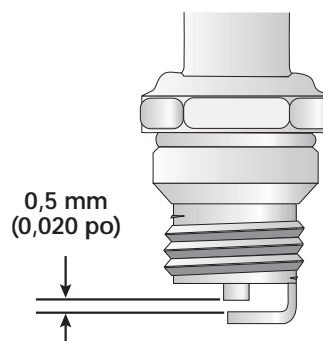

Fig. 44
3. Remplacez toute bougie fendillée, encrassée ou sale. Réglez l'écartement à **0,5 mm (0,020 po)** à l'aide d'une jauge d'épaisseur (Fig. 44).